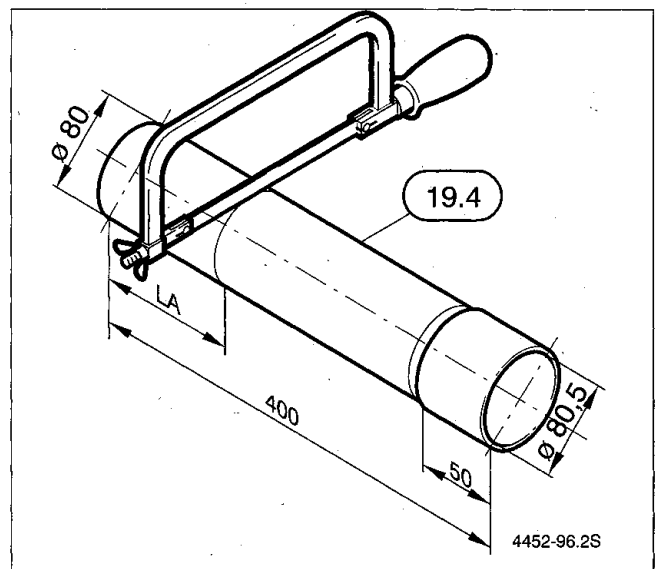

Bild 4
- Ermitteln Sie die Abgasrohrlänge  $L_A$ . Längen Sie das Abgasrohr (19.4) rechtwinklig ab und entgraten Sie die Schnittkanten (Bild 4).